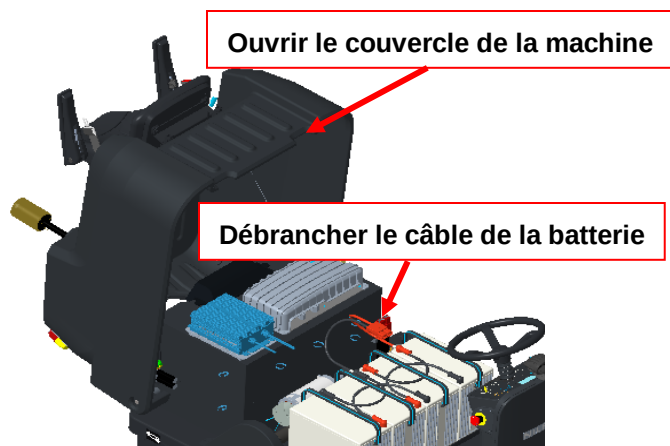

Figure 8
2. Ouvrir le couvercle de la machine, puis débrancher l'alimentation par batterie (Figure 8).